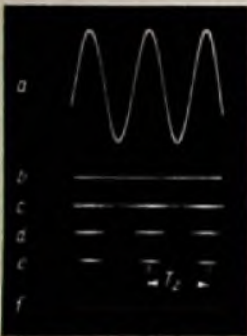
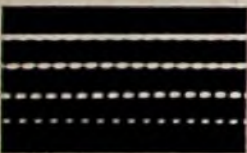

Abb. 2. Sinusförmige Helligkeitssteuerung mit Strahlspuren verschiedener Intensität
Abb. 3. Helligkeitsmodulation mit gegenüber Abb. 2 dichterer Strahlspur
In den Oszillogrammen der Abb. 2 ist dieser Vorgang deutlich zu erkennen. In den Teilbildern 2 b, c, d und e wurde die Wechselfrequenz  $a$  in Stufen gesteigert und die Gittervorspannung jeweils so erhöht, daß die Helligkeitsspitze annähernd gleich blieb.
Man wird deshalb diese Marken möglichst dicht legen (Abb. 2 f). In Abb. 3 sind vier derartige Strahlspuren wiedergegeben, wobei wieder durch verschieden starke Modulationsspannung und entsprechend höher eingeregelter Vorspannung sowohl Helligkeitsschwankungen als auch eine ausgesprochene Hell-Dunkel-Modulation erreicht wurden2). Der Abstand der hellen Punkte (oder der Mitten der verdunkelten Spur) entspricht
2) Zur besseren Beurteilung werden diese Strahlspuren gegenüber Abb. 2 etwas vergrößert wiedergegeben.
So erhält man eine Zeitmarke, die für die meisten Aufgaben befriedigt (s. auch Abb. 2).
Soweit die Helligkeitsmodulation als Zeitmarke doch schon gebraucht wird, verwendet man allerdings fast immer Hell-Dunkel-Steuerung (unterste Spur in Abb. 3). Eine derartige Zeitmarke kann jedoch nur solange voll befriedigen, als die Schreibgeschwindigkeit des Oszillogrammes einigermaßen konstant